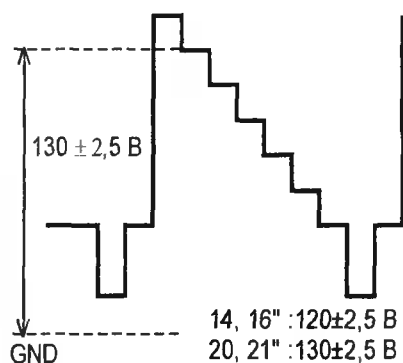

рис.3
4. Регулировкой переменного резистора SCREEN добиться размаха сигнала равным 130 ± 2,5 В (рис.3)